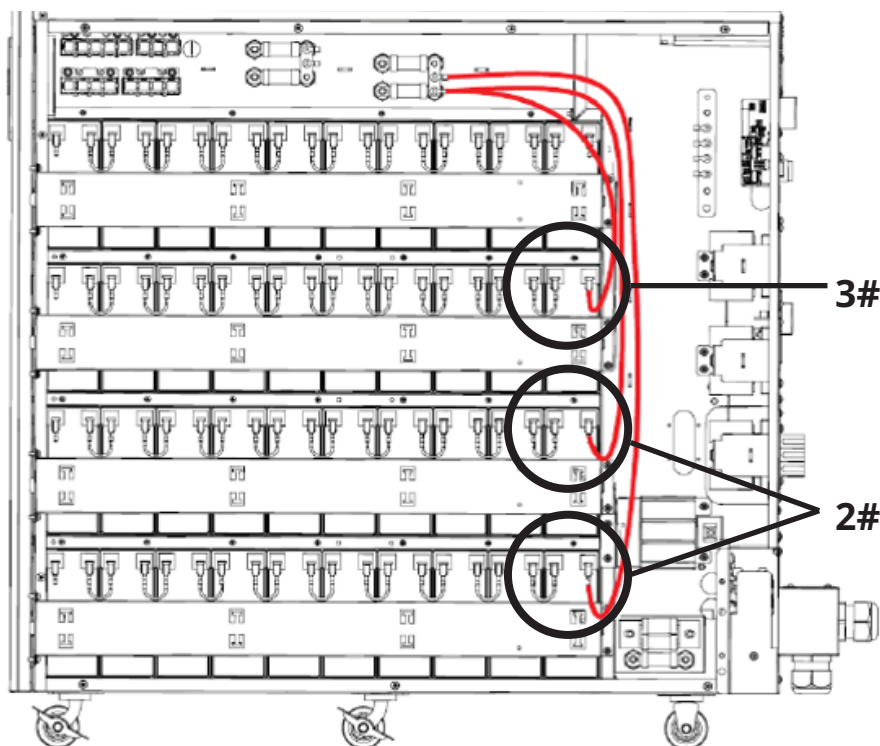

Figura 3-14: Conecte los Módulos de Baterías al Fusible Positivo
9. Conecte los tres módulos de baterías al fusible positivo (Figura 3-14).